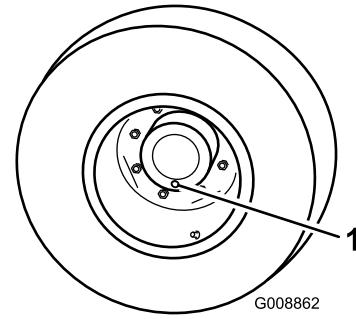

Figura 62
1. Con la macchina parcheggiata su una superficie piana, posizionate la ruota in modo che i tappi di controllo si trovino nella posizione inferiore (ore sei) (Figura 62).